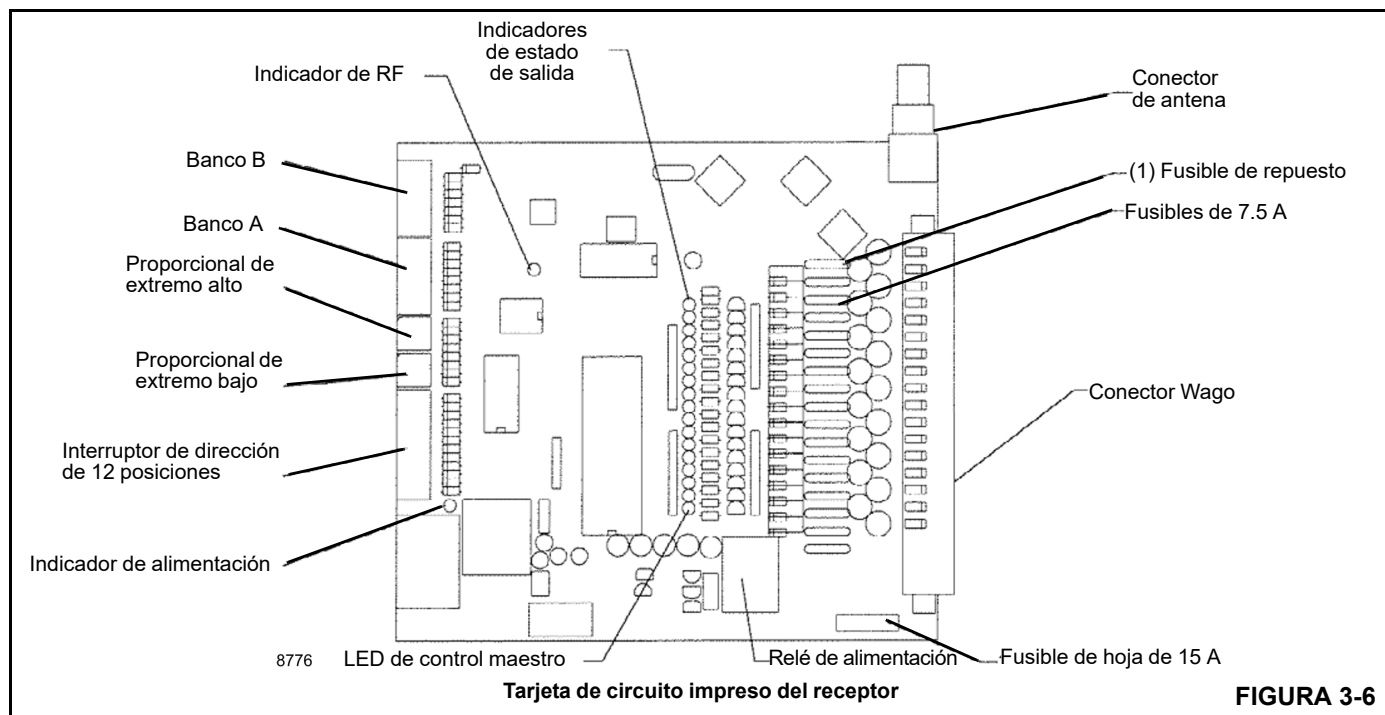

FIGURA 3-6
- a. Retire la tapa del receptor y consulte el dibujo "Placa de circuito impreso del receptor", Figura 3-6, en las instrucciones de instalación.
Si se monta en un plano vertical, lo ideal sería colocar los conectores orientados hacia abajo. Se requiere una planificación adecuada para que se pueda llevar a cabo la trayectoria de los cables. Debe tener en cuenta que la unidad viene estándar con 20 pies de cable de antena. Utilice los agujeros de montaje del receptor para fijar el sistema. Una vez montada, retire la tapa para inspeccionar los indicadores de estado. (Consulte el dibujo de la tarjeta de circuito impreso del receptor, Figura 3-6, en los siguientes pasos).
Cada unidad viene con una tabla de conectores (Tabla C) con las instrucciones de entrada y salida apropiadas para su unidad. Hay tres (3) entradas al receptor: (A) Conector BNC, (B) Corriente CC positiva, (C) Tierra negativa. La unidad deriva la alimentación de un sistema de alimentación de 10 a 24 voltios CC con tierra negativa. Es necesario instalar un interruptor de alimentación para el receptor en serie (en línea) con el sistema de alimentación de CC (batería). Consulte el dibujo de la tarjeta de circuito impreso del receptor, Figura 3-6.
válvula proporcional. Consulte el dibujo de la tarjeta de circuito impreso del receptor, Figura 3-6.
de antena en bucles). El conector del extremo del cable se conectará con el conector de antena del receptor. Consulte Figura 3-6.